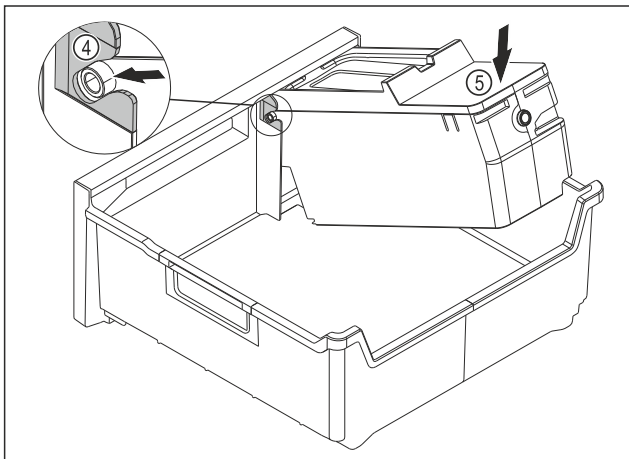

Fig. 135
- ▶ Montera EasyTwist-Ice-enheten: Skjut in axlarna på EasyTwist-Ice-enheten i styrningarna Fig. 135 (4).
- ▶ Tryck EasyTwist-Ice-enheten Fig. 135 (5) baktill nedåt.